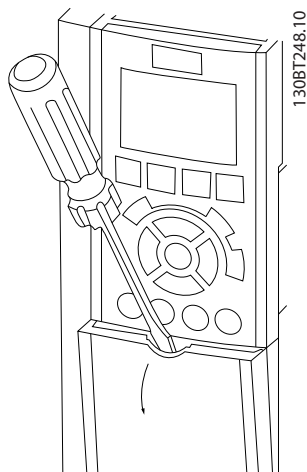
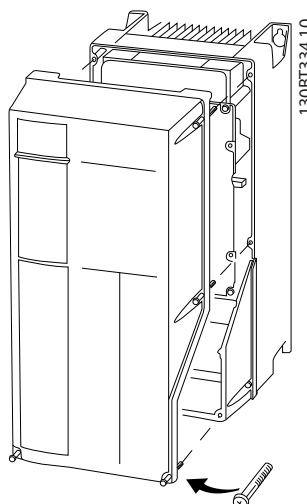

图 4.3 检视 IP20 和 IP21 机箱的线路
图 4.4 检视 IP55 和 IP66 机箱的线路
- 使用螺丝刀（如图 4.3 所示）或拧松固定螺钉（如图 4.4 所示）拆下盖板。